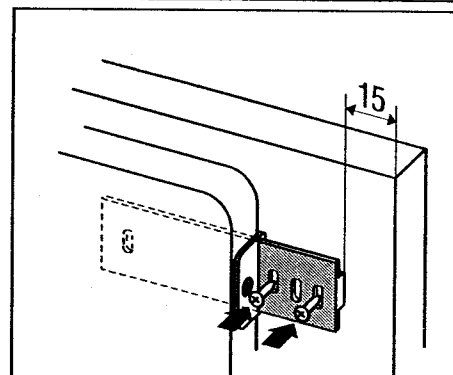

Figure 3
- Insérez les glissières dans les guides des glissières et fixez-les avec les vis A 3,5 x 13 à distance de 15 mm du bord de la porte du meuble (Figure 3).